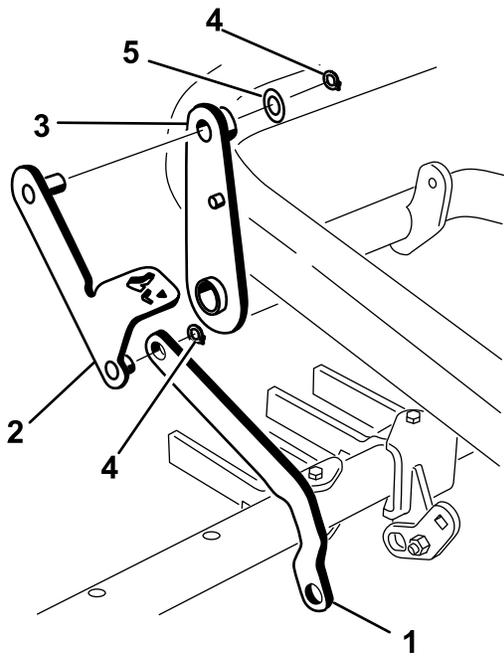

图 15
3. 将机具架连杆的末端滑到踏杆总成的短立柱上并用卡环固定图 15。
- 穿过控制杆总成的顶部将立柱安装到踏杆总成的另一端并使用垫圈7/8 英寸和卡环将其固定如图 15。